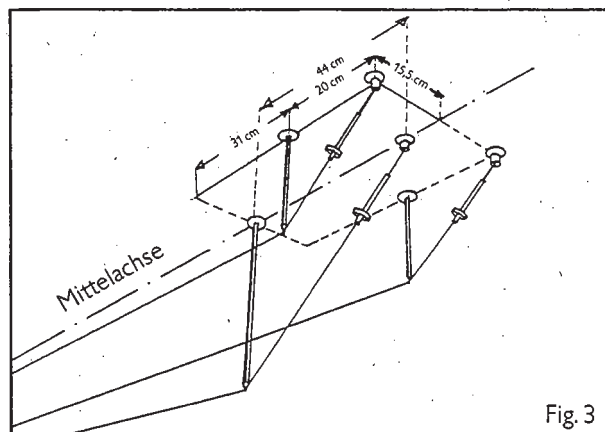

Fig. 3
Se montate il *Beka Rivi* a soffitto, i cavi devono essere tesi sulle astine ad angolo col soffitto. Nella fig. 3 potete vedere l'esatta posizione delle 6 astine e dei fissaggi a soffitto.
**Il foro fatto per la sospensione del trasformatore si deve trovare nella metà esatta tra i due cavi (fig. 3).**
Die Bohrung für den Transformator muß unbedingt exakt in der Mitte zwischen den beiden oberen Seilen liegen (siehe Abb. 3). Auf dieser Mittelachse kann die Position des Transformators frei gewählt werden.